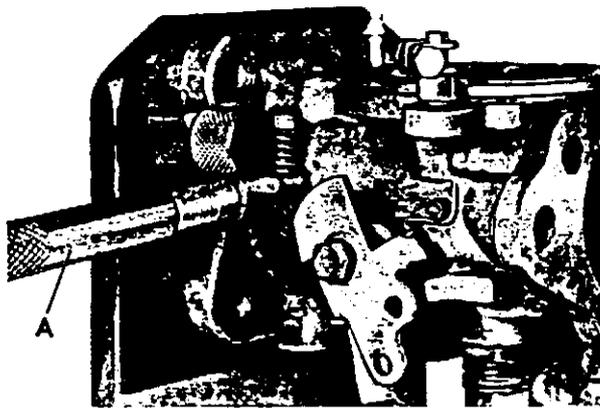

Abb. 109 Einpressen der Buchse
4. Nach Beendigung des Aufreibens ist der Bolzen des Ständers 90° zu drehen, so daß er innen im Vergasergehäuse den Anschlag für die Buchsen bildet, wonach die Buchsen mit Dorn SVO 2402 eingetrieben werden (Abb. 109).